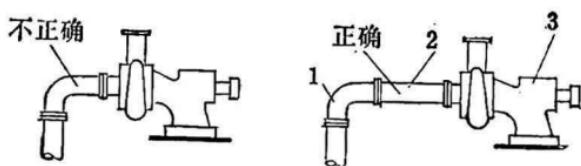

图 3—11 进水管安装示意图
- 4.安装管路时，在靠近进口处避免直接装弯头，要装一段约为进水管直径2~3倍的直管，如图3—11所示。